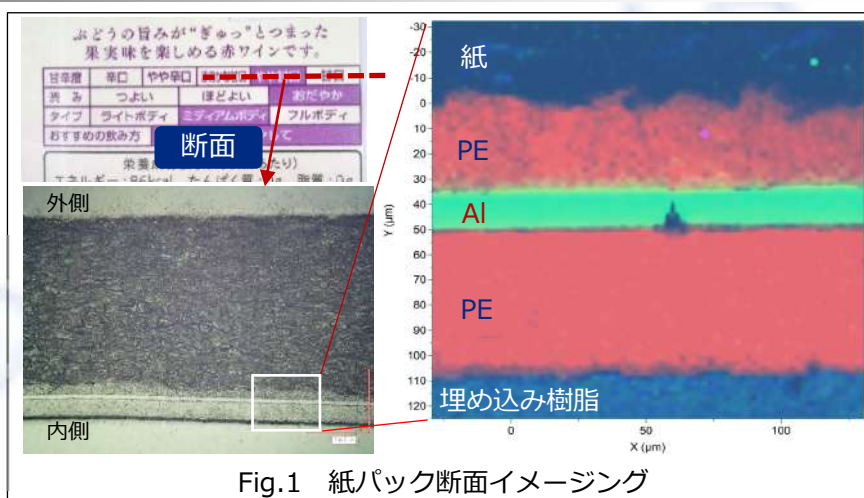

Fig.1 紙パック断面イメージング
■ 紙パックの外側と内側には耐水性を付加するためにポリエチレンフィルムが貼られています。内側についてイメージング分析を行うと、ポリエチレンフィルムの内側にはアルミニウム層があることがわかります(Fig.1)。アルミニウム箔の存在により、光や酸素などを通しにくくなり、内容物の劣化を防ぐことができます。